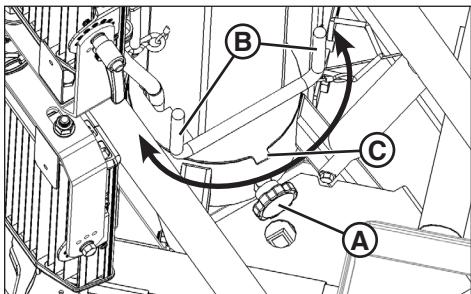

Figure 10
- Desserrer le bouton de verrouillage de la tour d'éclairage (**A**, Figure 10).
- Avec les poignées (**B**, Figure 10), tourner la tour d'éclairage dans le sens voulu.
- Lorsque les opérations d'éclairage sont terminées, tourner le mât de la tour d'éclairage en position de transport : Aligner la languette du mât de la tour d'éclairage (**C**, Figure 10) avec le centre avant de la base de la tour d'éclairage. Serrer le bouton de verrouillage du mât de la tour d'éclairage. Voir aussi **Position de transport**.